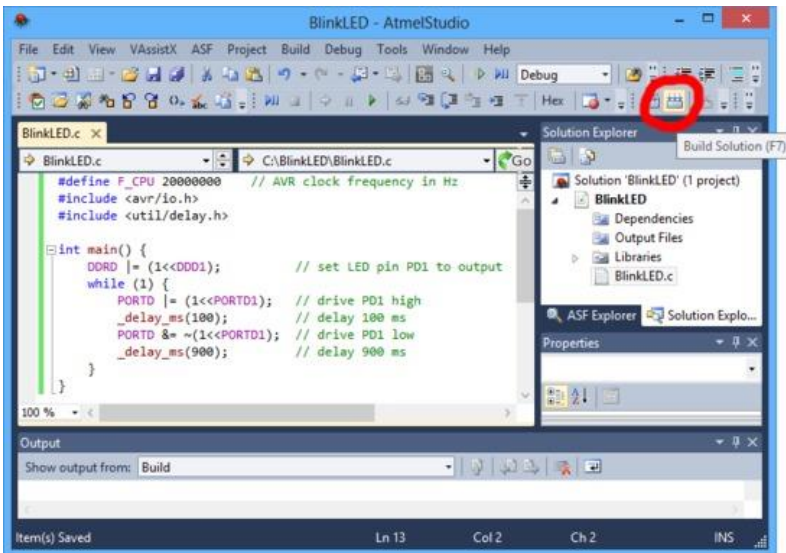

Рисунок 4.3 – Побудова проєкту
4. На панелі інструментів клікніть кнопку **Build Solution** (або натисніть **F7**), щоб скомпілювати код (рис.4.3).